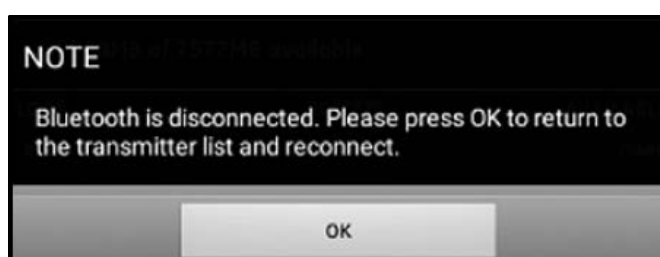

图 109: 传送仪重连接屏幕
6. 传送仪重引导后，会弹出下面图 109 中所示的消息。单击确定按钮重新连接传送仪。